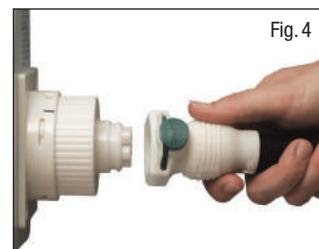

Fig. 4
3. Anslut dynans luftslang till adapttern genom att matcha markörerna (Fig. 4). Säkerställ att detta ansluts korrekt, då en läcka kan uppstå i annat fall.